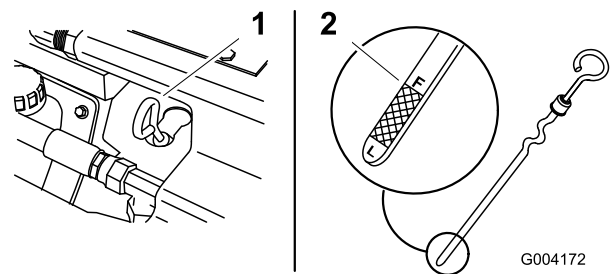

Figure 15
4. Nettoyez la surface autour de la jauge d'huile (Figure 15).
5. Sortez la jauge d'huile et essuyez soigneusement l'extrémité métallique (Figure 15).
6. Enfoncez la jauge complètement dans le tube (Figure 15).